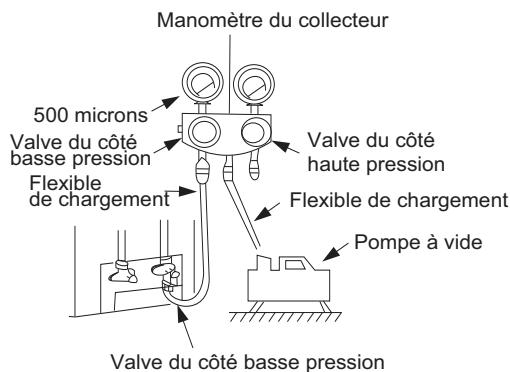

Fig. 17 – Collecteur
Consultez la figure 17 et procédez comme suit :
5. Répétez cette procédure comme indiqué à la figure 17. Le système sera ensuite exempt de contaminants et de vapeur d'eau.